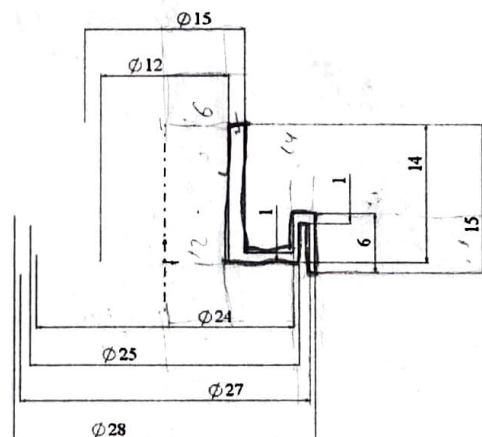

Рис. 8
13. Измените все размеры в соответствии с чертежом (рис. 8).